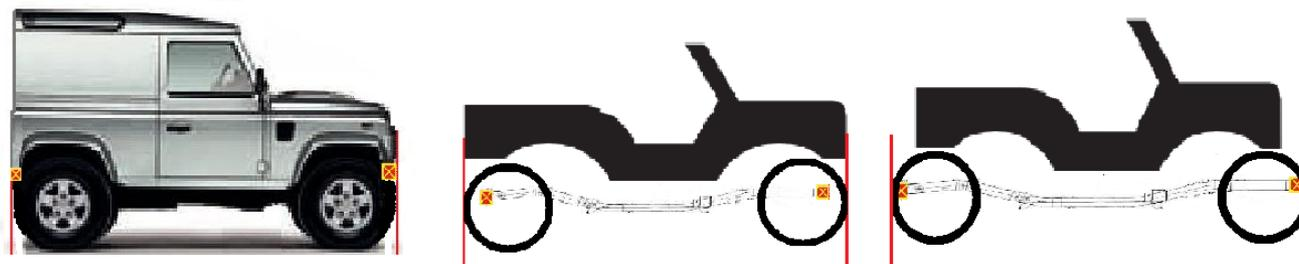

Figura 1 - Esquema carroçaria e para-choques
4.2.2 - As portas das viaturas poderão ser alteradas desde que respeitem o espaço para a colocação da publicidade, referente no Artigo 13º do regulamento desportivo, e que protejam a bacia/cinta do condutor e navegador. Ver esquema - figura 1.